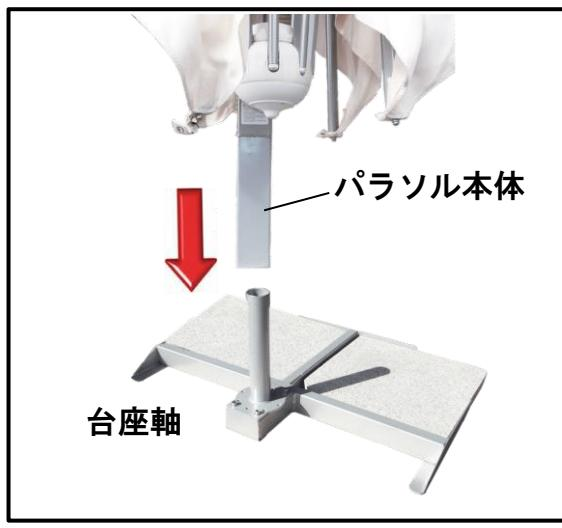

図.2
パラソル本体 (A) を台座軸 (C) に差し込みます。(図.2)